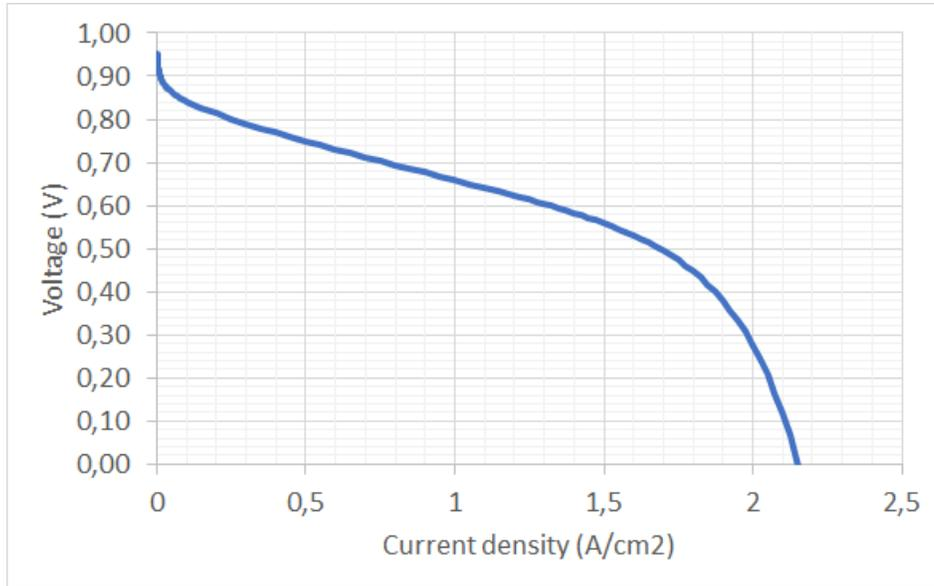

FIGURE 2 – Courbe de polarisation.
2. La pile à combustible, dont les performances sont données par la Figure 2, débite son courant dans une charge dont l'équation est $\Delta V_{charge} = 0,2 + r_\Omega I$ avec $r_\Omega = 0,5 \Omega \cdot \text{cm}^2$. Calculer la puissance électrique et le rendement au point de fonctionnement du circuit. La cellule fait 50 cm^2 .